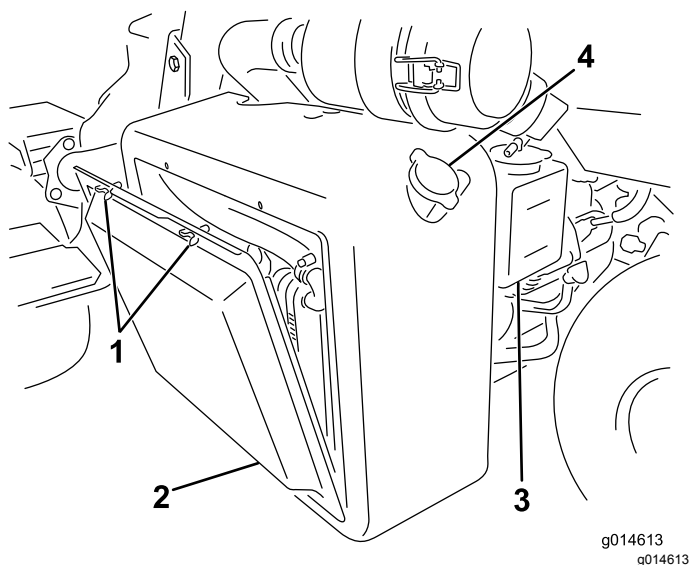
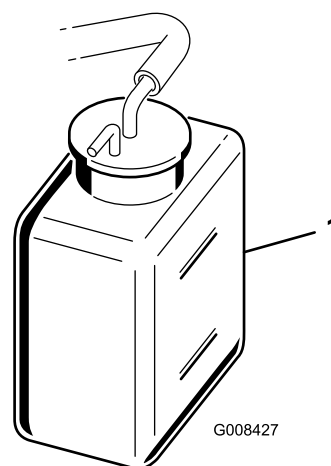

Рисунок 37
Рисунок 38
1. Снимите решетку радиатора (Рисунок 37).
2. Проверьте уровень охлаждающей жидкости (Рисунок 37 и Рисунок 38).